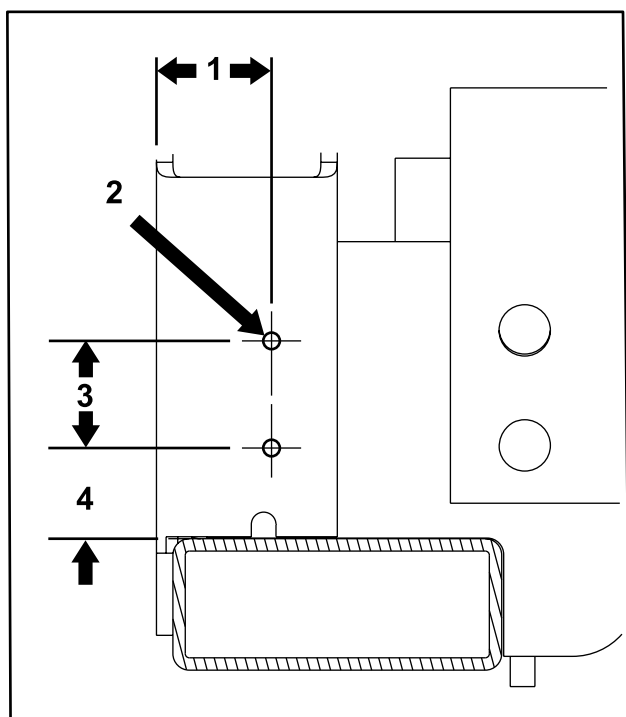

図 5
1. 図 5 に示された通りの寸法で、トラクションユニットのフレームチューブ5番昇降アーム用に、直径 5.6-5.8 mm の穴ドリルサイズ No.1 または No.2 を 2ヶ所あける。穴はテールパイプの壁 1 枚だけを貫通させること。